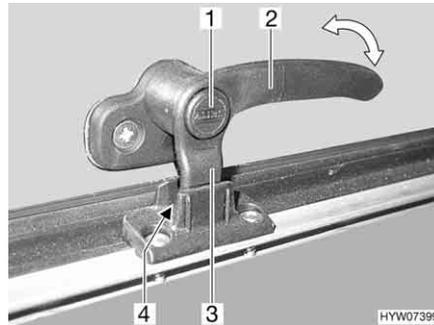
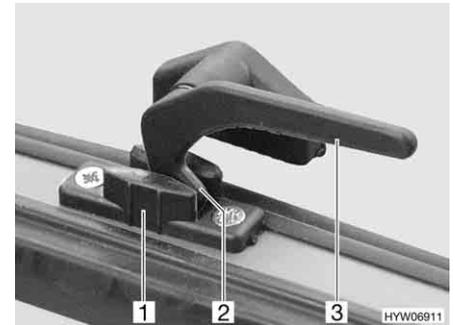

Fig. 65 Levier de verrouillage avec bouton de sécurité en position "Aération permanente"
Fig. 66 Levier de verrouillage en position "Aération permanente"
- En position "Aération permanente" (Fig. 65 et Fig. 66)
- S'il existe, appuyer sur le bouton de sécurité (Fig. 65,1) et le maintenir enfoncé.
- Tourner le levier de verrouillage (Fig. 65,2 ou Fig. 66,3) d'un quart de tour vers le centre de la fenêtre.
- Remettre le levier de verrouillage en position initiale. Le tenon de verrouillage (Fig. 65,3 ou Fig. 66,2) du levier de verrouillage doit pénétrer alors dans le logement prévu à cet effet dans le verrouillage de fenêtre (Fig. 65,4 ou Fig. 66,1).
- Relâcher le bouton de sécurité (Fig. 65,1).